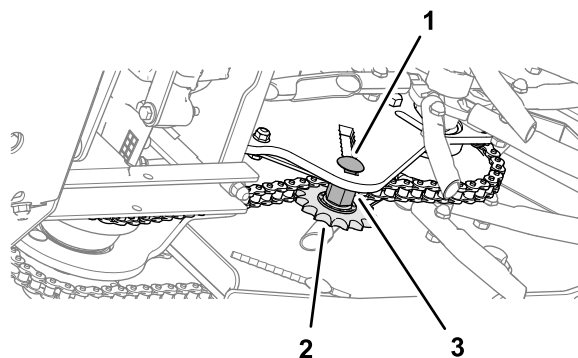

Figure 58
4. Pour régler la tension des chaînes, desserrez le boulon du tendeur et l'entretoise filetée, et appuyez sur le pignon pour tendre la chaîne (Figure 58).